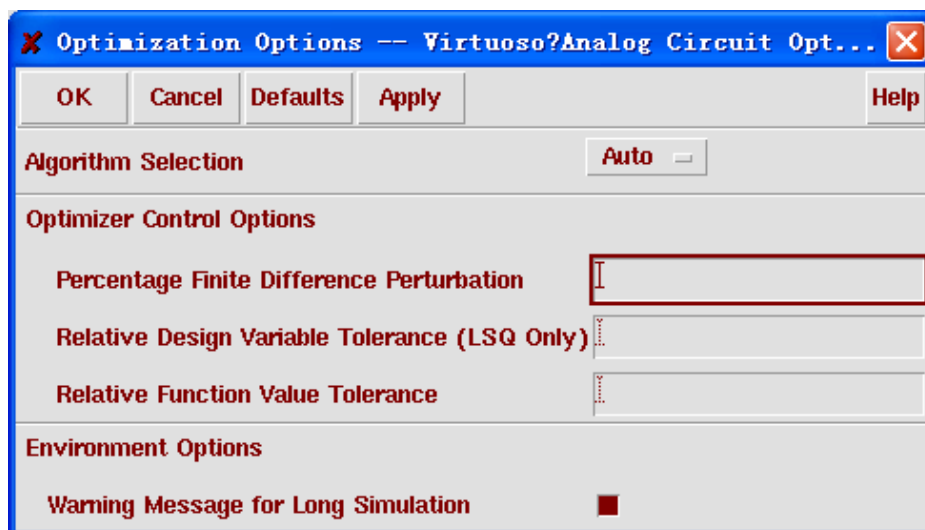

图 11.36 改变优化选项设置
- 1) 选择“Session” → “Options”，然后“Optimization Option”窗口弹出，如图 11.36 所示。